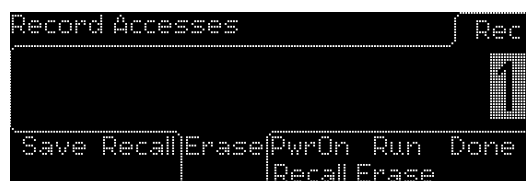

Рисунок 9-33
4. Нажмите контекстную кнопку под «Run Erase»/«Процесс стирания» для осуществления удаления настроек, как показано на рис. 9-33.